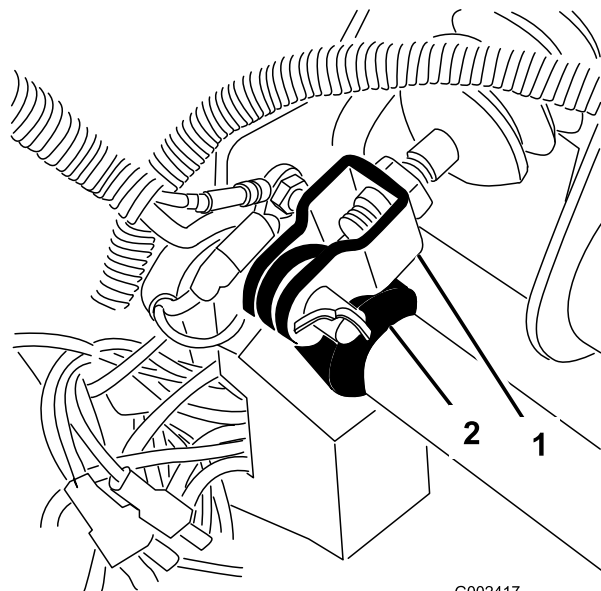

Figura 65
1. Retire o perno de gancho e o passador de forquilha que fixam a culatra do cilindro principal ao ponto de articulação do pedal de travão (Figura 65).